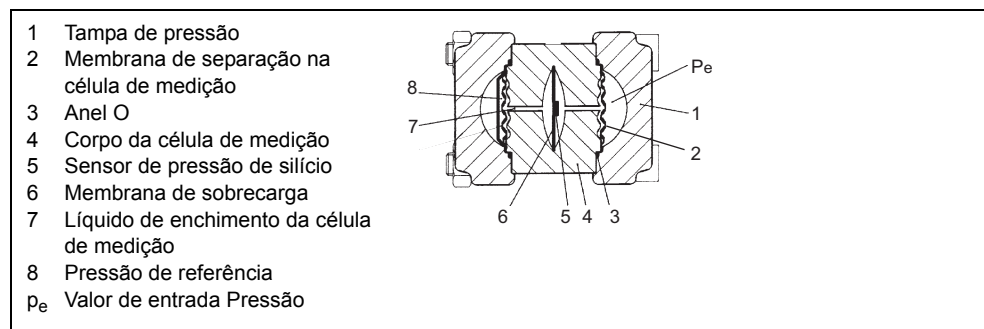

Figura 9 Célula de medição para a pressão absoluta, plano de funcionamento
A pressão absoluta é transmitida ao sensor de pressão de silício (5) através da membrana de separação (2, Figura 9, pág. 20) e do líquido de enchimento (7). Quando os limites de medição são excedidos, a membrana de sobrecarga (6) é activada até uma das membranas de separação (2) encostar ao corpo da célula de medição (4) para, deste modo, proteger o sensor de pressão de silício (5) contra sobrecarga. A diferença da pressão entre a pressão de entrada (p_e) e a pressão de referência (8) do lado negativo da célula de medição activa a membrana de medição. Consequentemente, quatro resistências piezo com ligação em ponte, colocadas na membrana de medição, alteram os seus valores de resistência. Esta alteração da resistência causa uma tensão de saída na ponte que é proporcional à pressão absoluta.